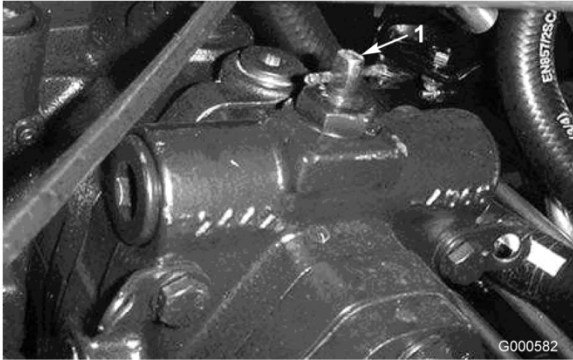

Figura 15
- Girate la valvola di 90° (1/4 di giro) in qualsiasi direzione per aprirla e consentire all'olio di bypassare internamente (Figura 15). Dal momento che il fluido viene bypassato, potete